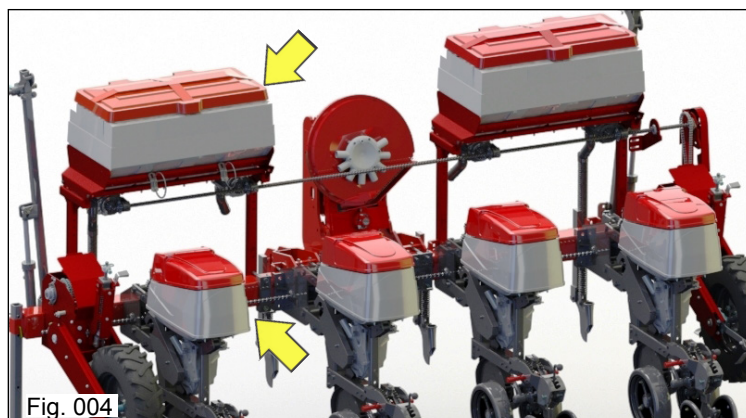

Fig. 004
- Construção em material termoplástico resistente às intempéries do tempo (Fig. 004);